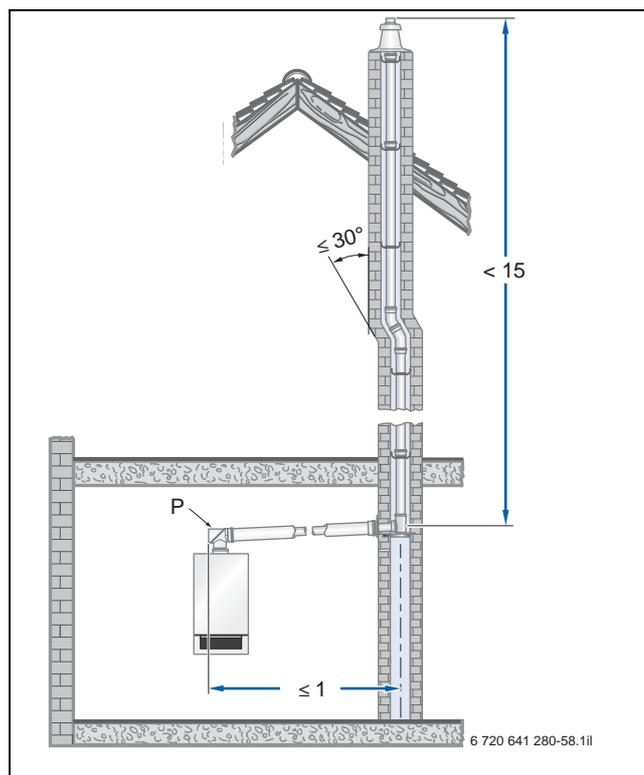
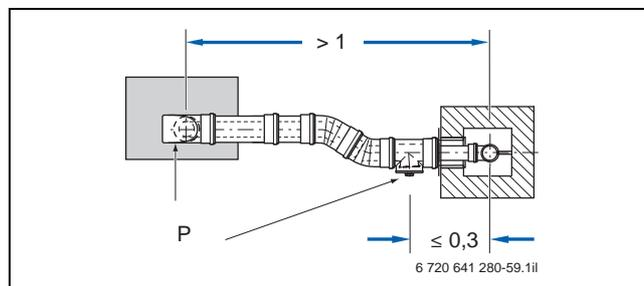

Bild 132 Beispiel zur Anordnung der Prüföffnung (P) bei einer waagerechten Abgasleitung ohne Umlenkung im Aufstellraum (Maße in m)
Bild 133 Beispiel zur Anordnung der Prüföffnungen (P) bei einer waagerechten Abgasleitung mit Umlenkung im Aufstellraum – Draufsicht (Maße in m)
Gemäß DIN 18160-1 und DIN 18160-5 müssen Abgasanlagen für raumluftunabhängigen Betrieb leicht und sicher zu überprüfen und ggf. zu reinigen sein. Hierzu sind Prüföffnungen einzuplanen (→ Bild 132 und Bild 133).
- an der Stirnseite im geraden, waagerechten Abschnitt der Abgasleitung höchstens 1 m von der Umlenkung in den senkrechten Abschnitt entfernt, sofern sich dazwischen keine Umlenkung befindet (→ Bild 132) **oder**
- seitlich im waagerechten Abschnitt der Abgasleitung höchstens 30 cm von der Umlenkung in den senkrechten Abschnitt entfernt (→ Bild 133).
- Die untere Prüföffnung nach DIN 18160-1 und 18160-5 ausgeführt ist (→ Bild 132 und Bild 133).